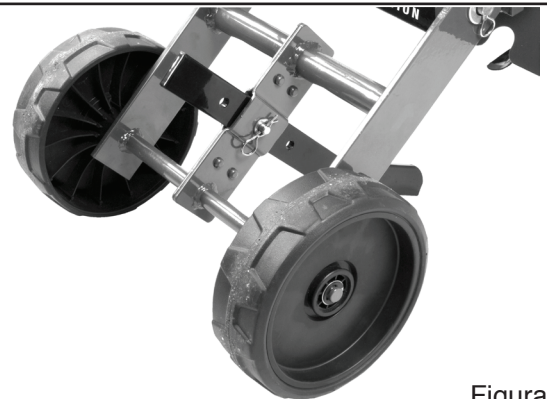

Figura 4B
2. Inserte el pasador a través del soporte y el orificio central de la barra de arrastre y asegurar con arandela plana y pasador de horquilla. (Véase las Figura 4B)